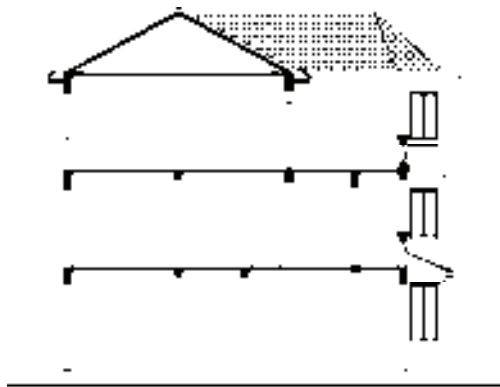

图 13-239 填充图案
9) 在“图案填充和渐变色”对话框中选择 SOLID 图案, 为其他剖面图形绘制填充图案, 结果如图 13-239 所示。